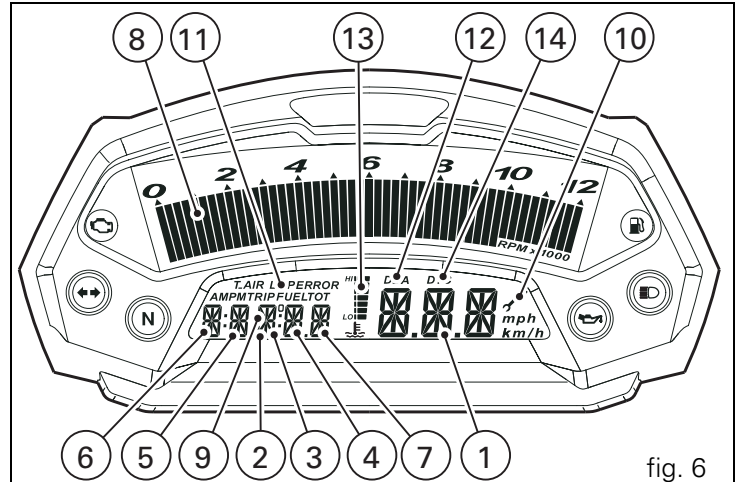

fig. 6
10) **Service indicator** (fig. 6).
11) **LAP function** (fig. 6).
12) **DDA function** (fig. 6).
13) **Oil temperature indicator** (fig. 6).
14) **Ducati Traction Control (DTC)** (fig. 6).